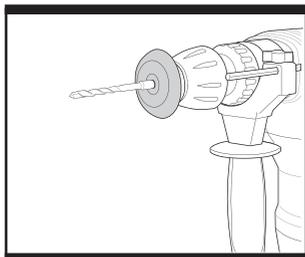

Fig. 9
10. CAPUCHON ANTI-POUSSIÈRES (Fig. 9)